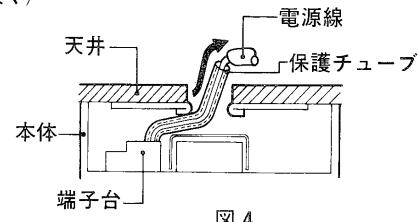

図4
- 結線後は電源線を天井内に押し込んで、器具内でたるまないようにしてください。(図4)